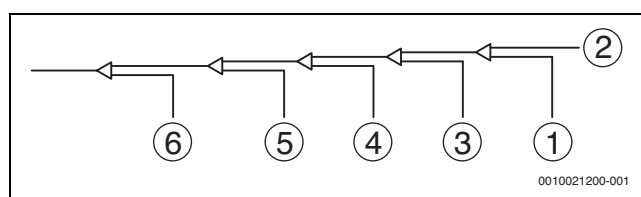

Fig. 33
8. Rincer les autres ouvertures de la même manière, en procédant dans l'ordre depuis l'unité intérieure A vers les unités extérieures. Se référer à la figure 33.